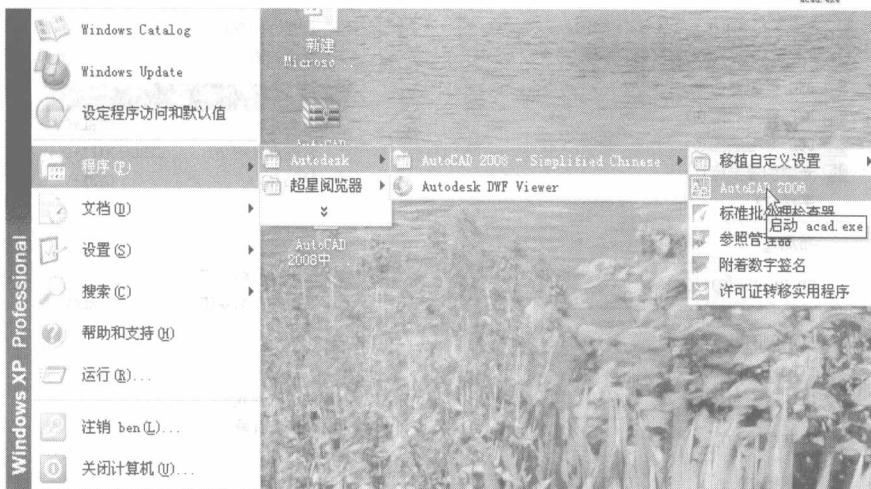

图 1-9 启动 AutoCAD 2008
(1) 通过桌面任务栏中的“开始→程序→Autodesk→AutoCAD 2008—Simplified Chinese→AutoCAD 2008”启动，如图 1-9 所示。
(2) 依次打开“我的电脑→C 盘→Program files→AutoCAD 2008→图标 ”。